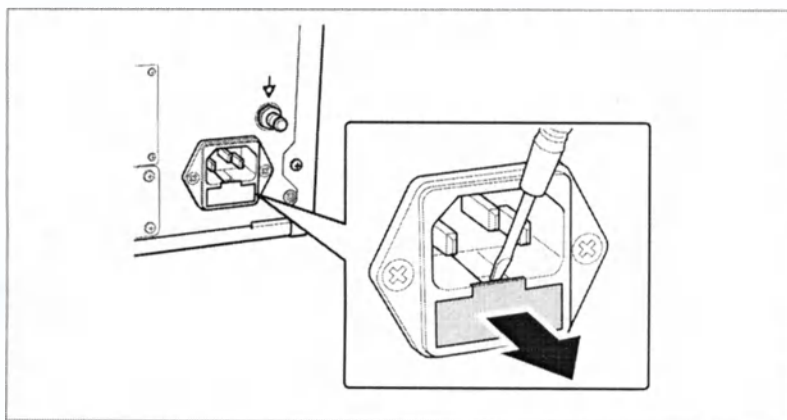

Рисунок 6.5
2. Вставьте отвертку с плоским шлицем в выемку блока предохранителей чуть ниже гнезда электропитания (см. рисунок 6.5).